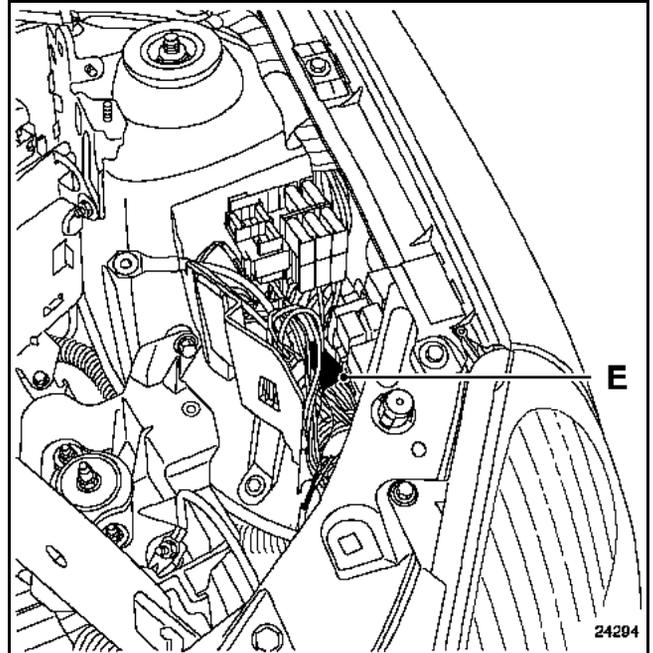

Abb. 2
- Den Stecker R67 (E) (**Abb. 2**) im Sicherungskasten Motor abziehen.